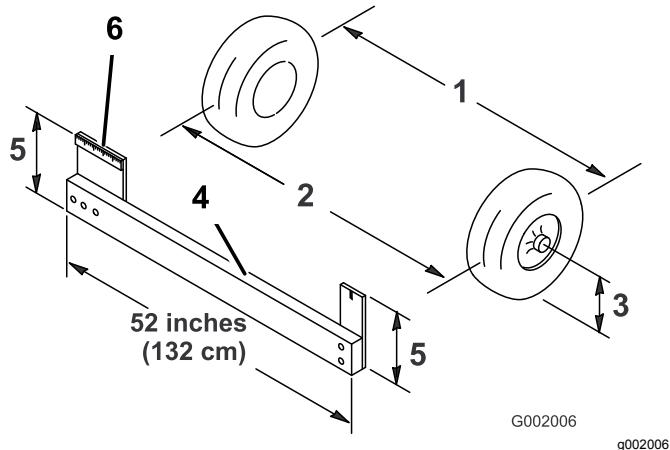

Рисунок 45
- Измерьте расстояние между обеими передними шинами на уровне моста, с передней и задней стороны передних шин (Рисунок 45).
передней части передних колес на высоте моста (Рисунок 45).